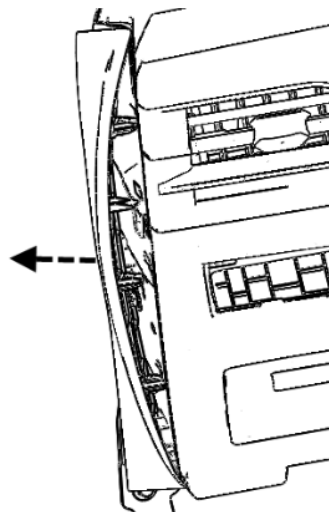

图 1.5.12 仪表板左端护板拆卸示意图
- (1) 沿箭头方向用手在图 1.5.12 产品边沿，缓慢拔该零件直至所有装配处结构都脱开。即可取下主驾 KAB 盖板总成